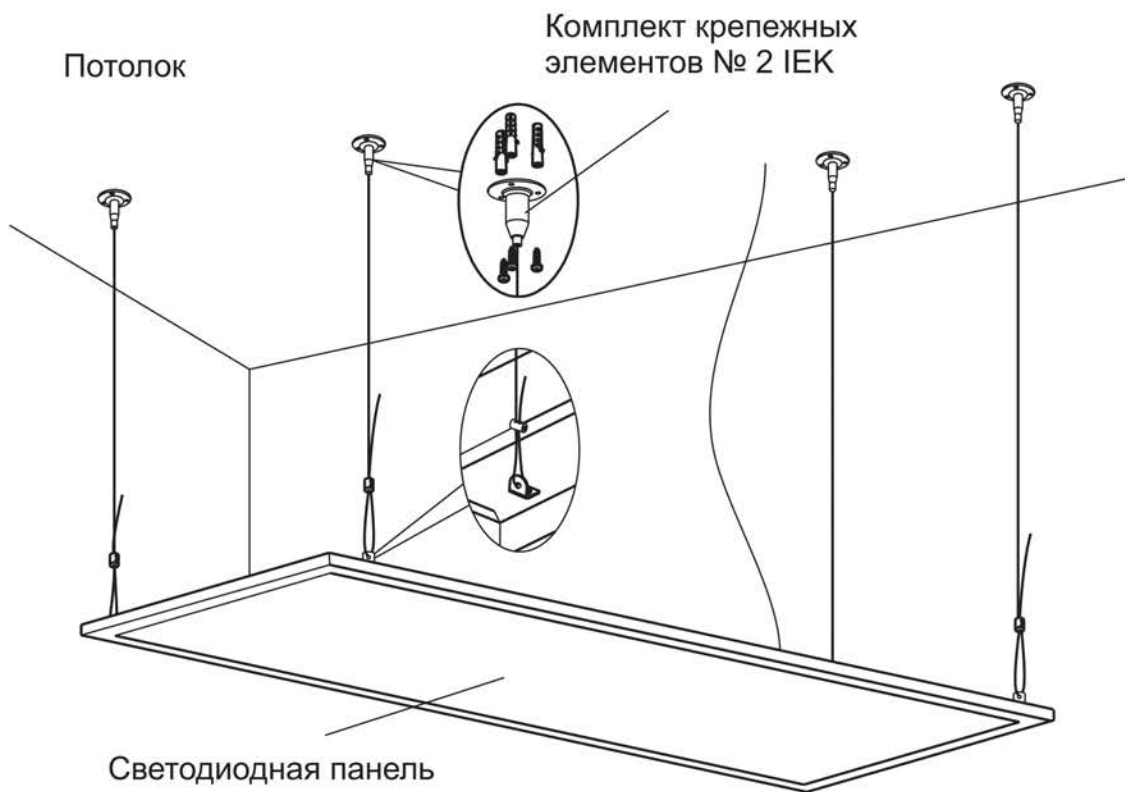

Рисунок 2
5.2.4 Подвесной монтаж светодиодной панели осуществляется с помощью комплекта крепёжных элементов № 2 IEK (рисунок 2). Комплект крепёжных элементов приобретается отдельно.